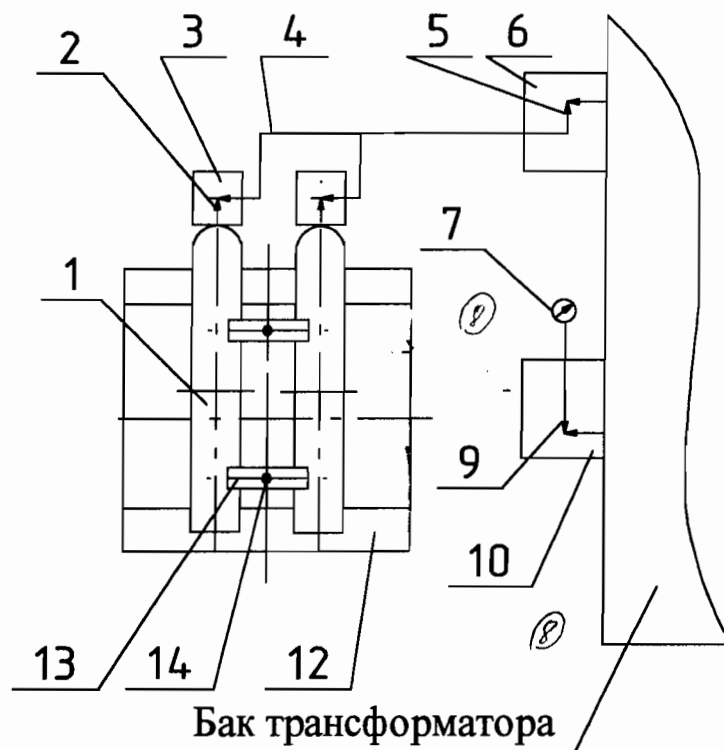

Рис. 1
1.5.1. Схема установок приведена на рис. 1,2.